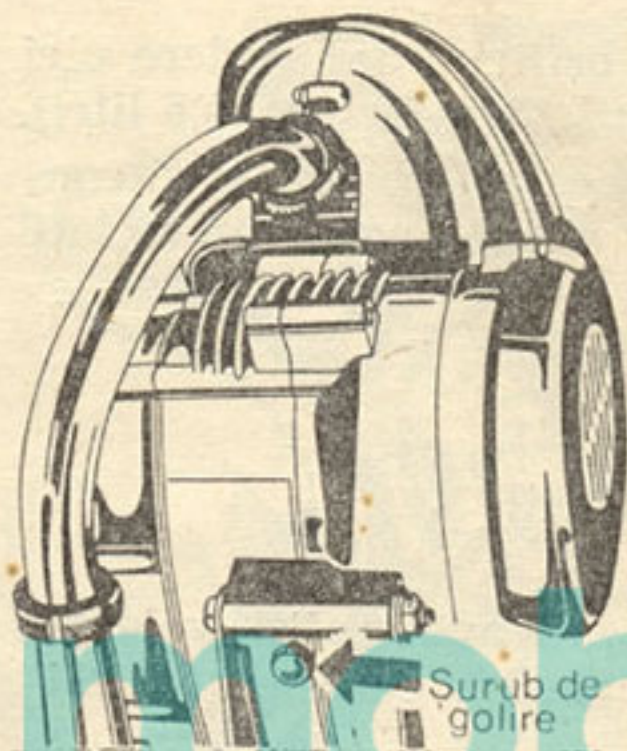
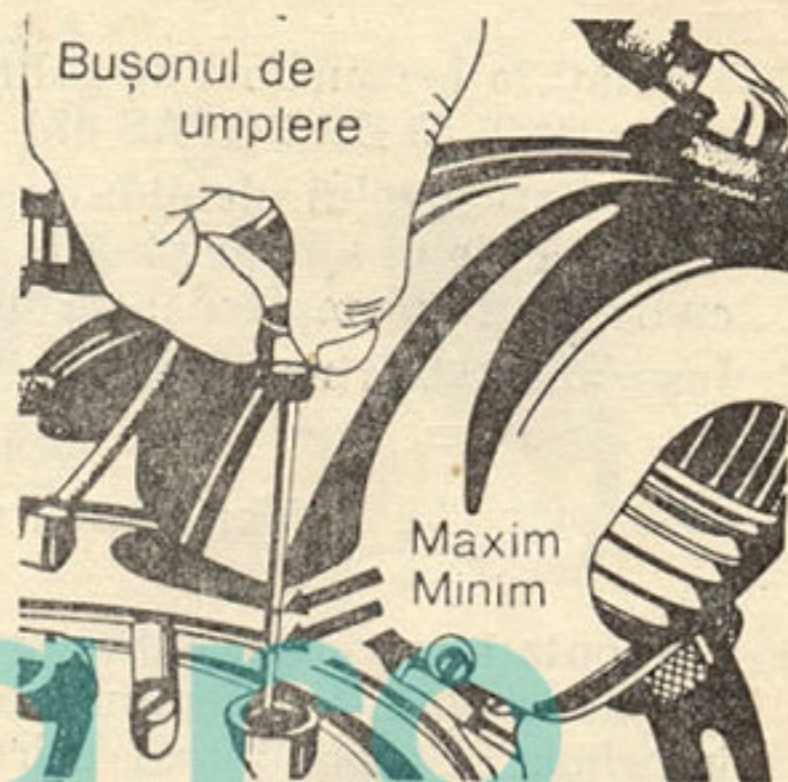

Fig. 17
Fig. 18
1. Încălziți motorul mergînd în regim normal aproximativ 1/2 oră, apoi demontați șurubul de golire și buşonul de umplere (fig. 17 și fig. 18) și lăsați să curgă tot uleiul.